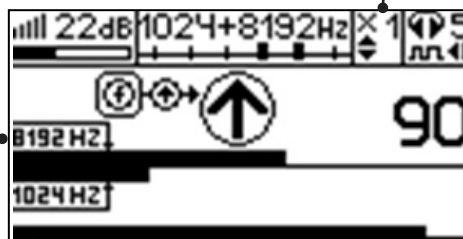

Рис. 7.4
4. «Назначение» производится нажатием кнопки **f** при расположении датчика точно над «выделенной» коммуникацией, считающейся «своей». После этого указатель направления сигнала приобретает вид . При переходе на «чужую» коммуникацию с другим «направлением сигнала» (или при изменении положения датчика на «обратное») прозвучит уведомление и стрелка покажет «направление сигнала - назад » (**рис. 7.4**)
Методика: Производя трассировку с применением ЭМД на низкой активной частоте (512Гц / 1024Гц) (**см. раздел активный трассопоиск**), наблюдать за уровнем сигнала. Локальное повышение и резкое уменьшение уровня указывают на вероятность наличия дефекта изоляции. (**рис. 7.4**) При этом величина сигнала может меняться по различным причинам: положение датчика, глубина залегания кабеля, наличие мешающих конструкций, поэтому таким методом можно обнаружить лишь «низкоомные» дефекты сопротивлением менее 1кОм.